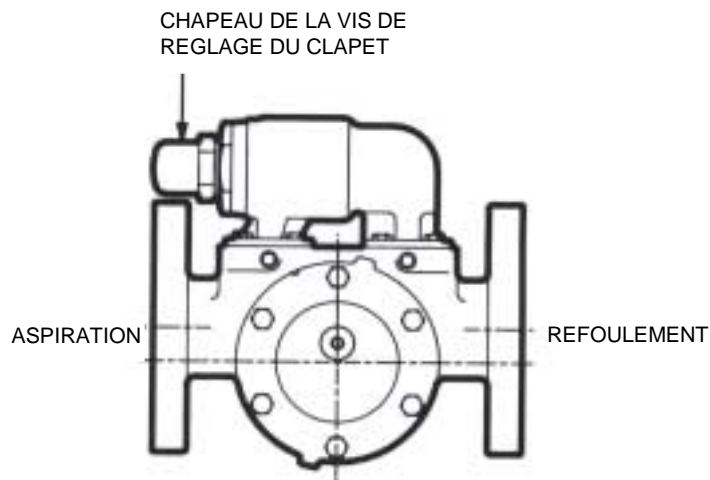

FIGURE 4
4. Le chapeau de la vis de réglage du clapet doit *toujours* pointer vers le côté d'aspiration de la pompe. Voir Figure 4. Si la rotation est inversée, enlevez le clapet et retournez-le. (pour des indications supplémentaires concernant l'opération correcte, consulter d'abord Rotation de la pompe page 10).